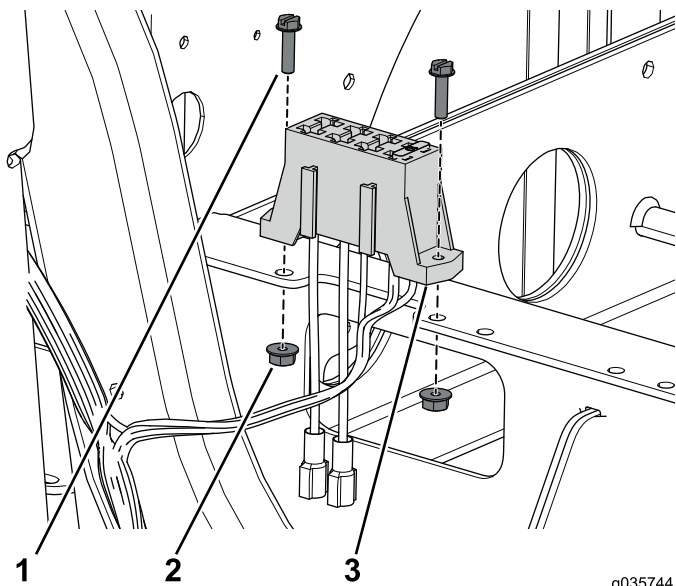

图84
3. 使用 2 个螺丝和螺母将保险丝盒固定到前电池托盘 图84。